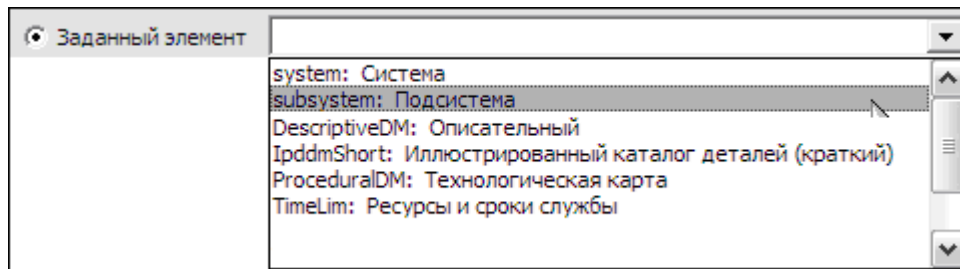

Рис. 4.16
2. Откройте список заданных элементов (Рис. 4.16).